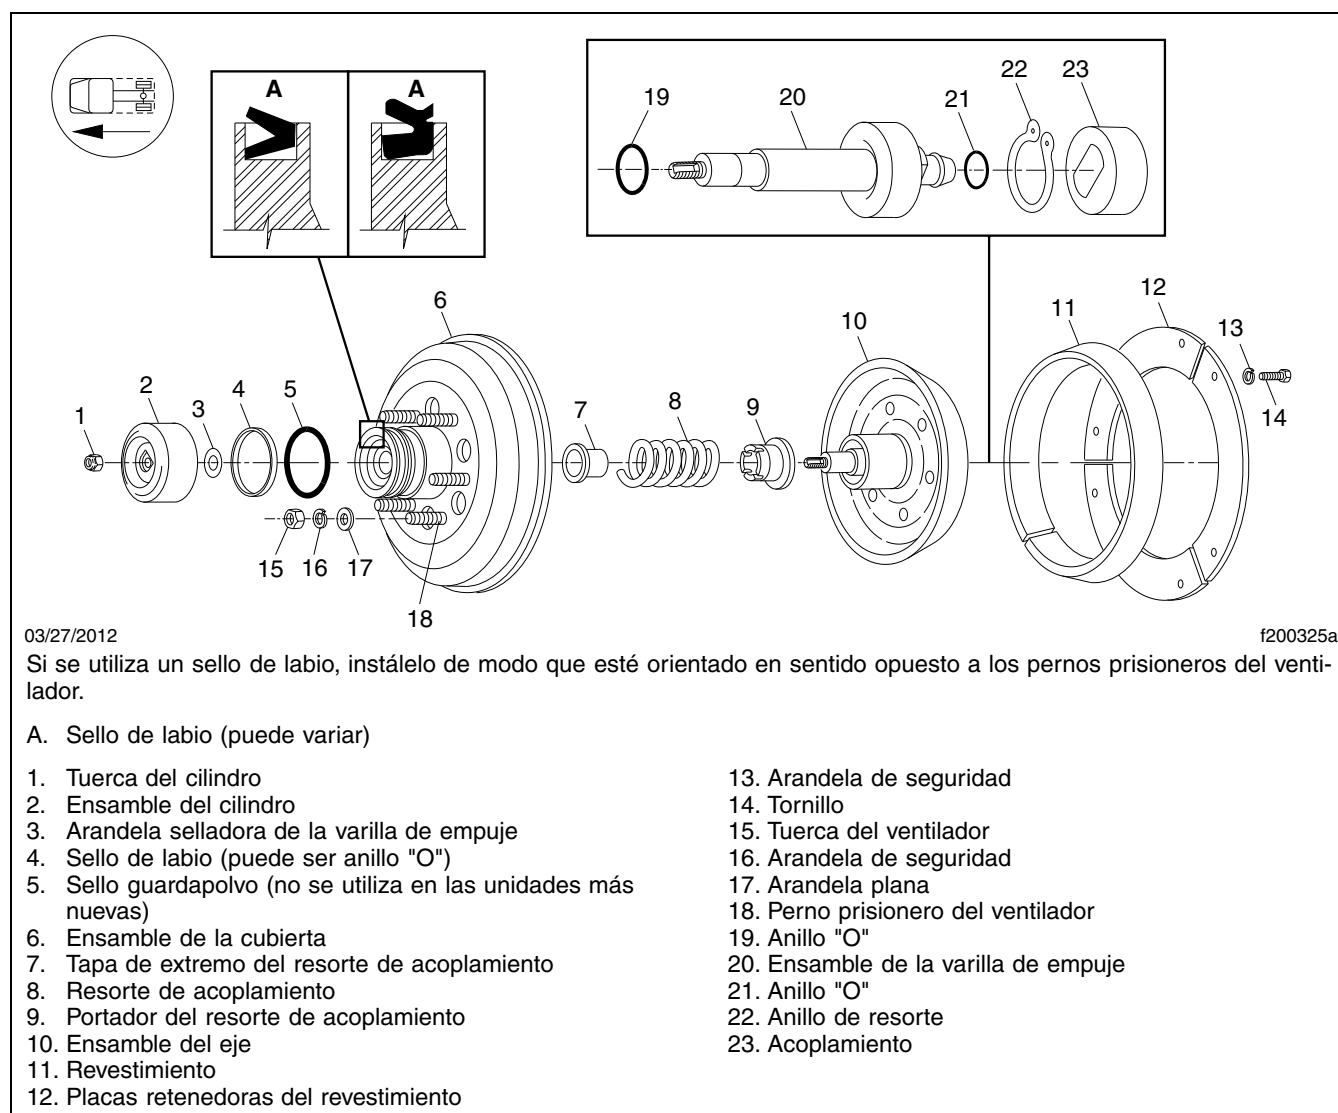

Figura 1, Embrague del ventilador Kysor K26RA (similar al K30)
Vea la **Figura 1** durante este procedimiento.
4. Quite los seis tornillos de las placas de retención del revestimiento y retire las tres placas de retención del revestimiento. Vea la **Figura 1**. En este momento, el embrague puede soltarse.
7. Si el ventilador no gira libremente y las placas de retención del revestimiento todavía no se han quitado, saque los seis tornillos de la placa de retención del revestimiento y quite las tres placas de retención. Vea la **Figura 1**. En este momento, el embrague puede soltarse.